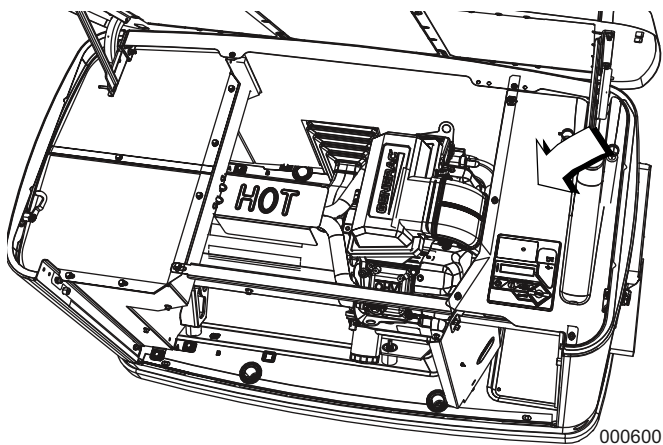

Figure 2-4. Vérification de la présence de dommages
- 7. Une fois le couvercle ouvert, retirez le panneau d'accès avant en le soulevant vers le haut et l'extérieur. Retirez également le panneau noir (indiqué par la flèche) situé en haut de la zone de branchement du client. Voir la Figure 2-4.